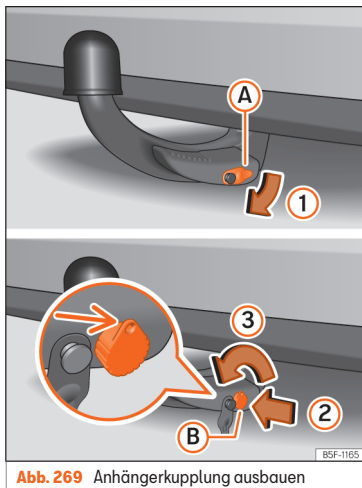

Abb. 269 Anhängerkupplung ausbauen
- Nehmen Sie die Abdeckung (A) vom Schloss (1) » Abb. 269.
- Stecken Sie den Schlüssel (B) in das Schloss ein (2) » Abb. 269.
- Drehen Sie den Schlüssel nur eine halbe Umdrehung nach links (3), bis sich das Loch des Schlüssels oben befindet » Abb. 269.